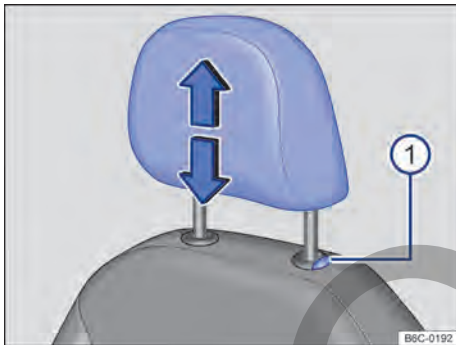

Fig. 71 Apoyacabezas delantero: desinstalar.
- Retirar el apoyacabezas con el botón → fig. 71 ① presionado.
- Empujar hacia abajo totalmente el apoyacabezas con el botón → fig. 71 ① presionado.